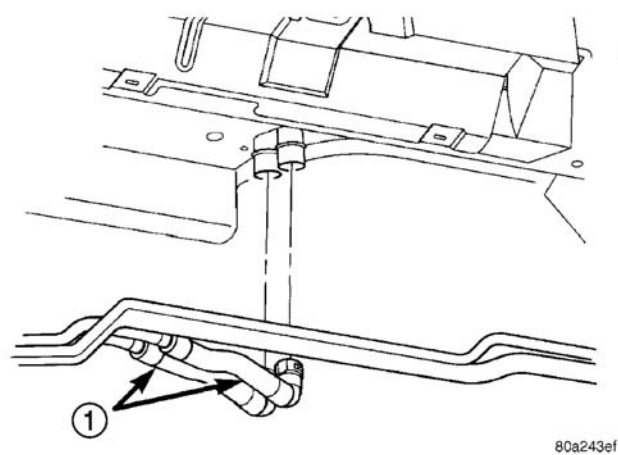
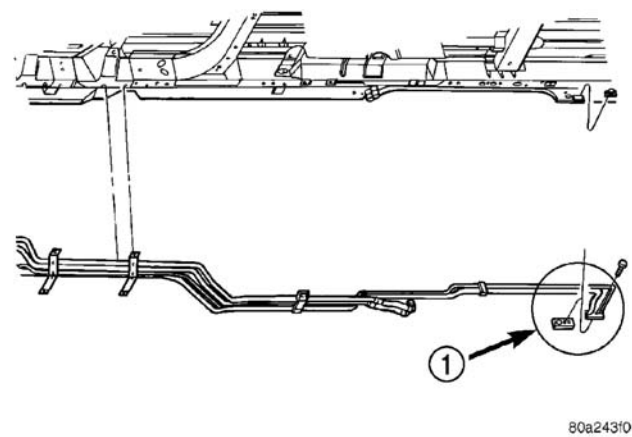
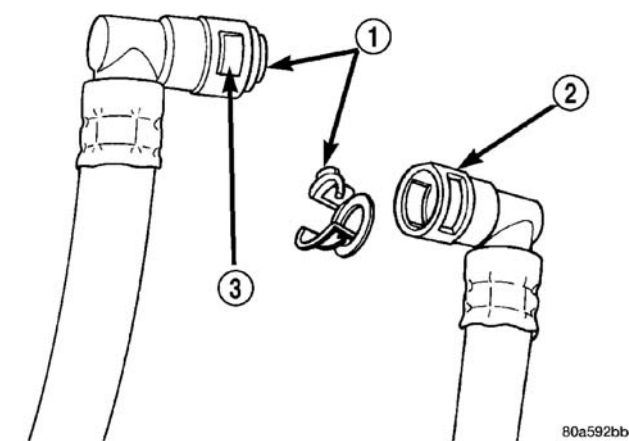
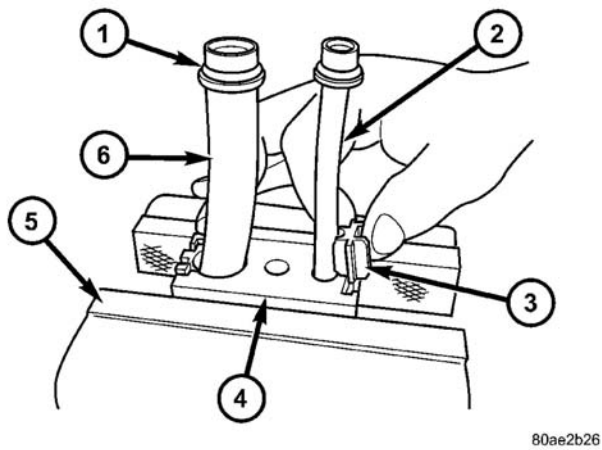

图 10 后暖风软管连接
图 12 后空调连接块
图 11 后暖风软管快速连接
图 13 车身底部的管路楔
后暖风和空调管路都作为单独件维修。在断开任何管路或连接块时，应确保其周围区域没有任何可侵入系统的污染物（图 8）、（图 9）、（图 11）、（图 10）和（图 12）。后暖风空调管路如果扭结或弯折，将会
- (6) 卸下将空调管路固定到位于后轮后面的空调壳体的连接块上的（1）螺栓，并分离连接块（图12）。
- (7) 卸下后轮。
- (8) 从弹性软管夹分离ABS线束。
- (9) 从车身底部支架卸下暖风管路。
- (10) 松开夹紧在车辆前部的橡胶暖风管路软管。
- (11) 拧松在暖风管路前部的软管夹并让其悬挂在车辆上。
- (12) 从车辆上卸下后空调管路。
- (13) 卸下将管路固定到后连接块的尼龙楔（图13）。